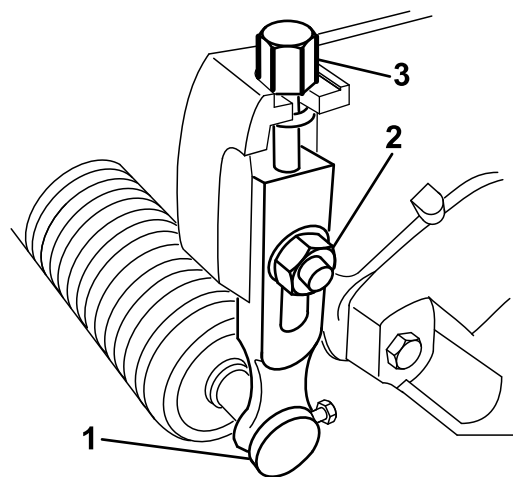

Рисунок 10
1. Ослабьте контргайки, которые крепят рычаги регулировки высоты скашивания к боковым пластинам режущего блока (Рисунок 10).